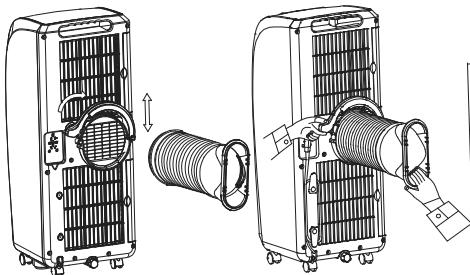

Figura 5
- (1). Sorreggere la parte terminale della fibbia a C del tubo di scarico dell'aria calda con la mano sinistra e il connettore corto del tubo di scarico dell'aria calda con la mano destra, posizionare una estremità del tubo di scarico dell'aria calda che è stata tirata verso l'esterno sul gancio del condotto dell'aria inferiore, premere la fibbia a C del tubo di scarico dell'aria calda con la mano sinistra con decisione in modo che si incasti agganciandosi al giunto a scatto dell'involucro posteriore (come mostrato nella figura 5).
1. Il connettore circolare deve essere inserito all'interno dello scalino del condotto dell'aria inferiore (come mostrato nella figura 5).